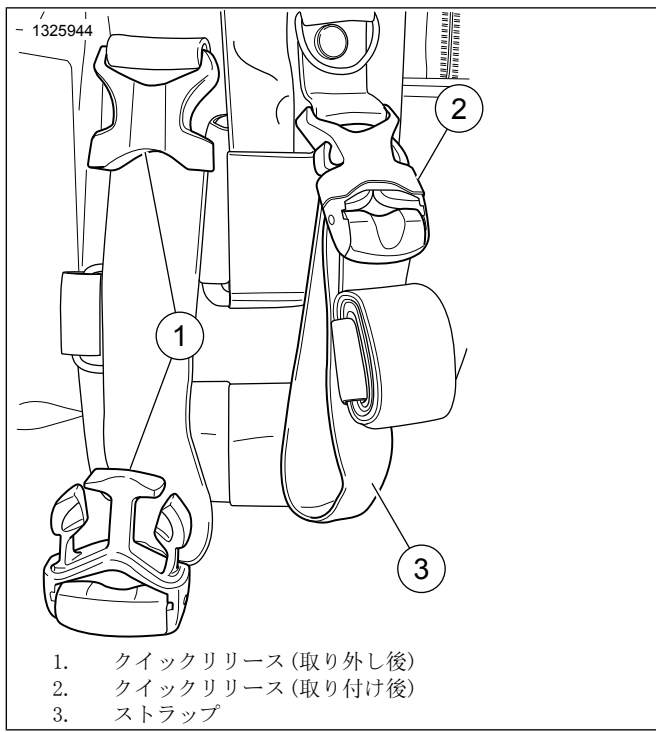

図3。クイックリリースバックル
1. 「図3」を参照。クイックリリースバックルと留め金を外します。